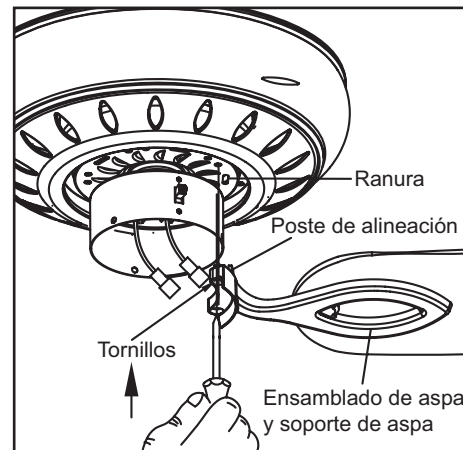

Figura 15
7. Ajusta el brazo del aspa al motor insertando el poste de alineación dentro de la ranura de la parte inferior del motor y aprieta los tornillos del soporte del aspa. Por favor, ten en cuenta que los tornillos del soporte de aspa están previamente instalados en el soporte del aspa (Figura 15).